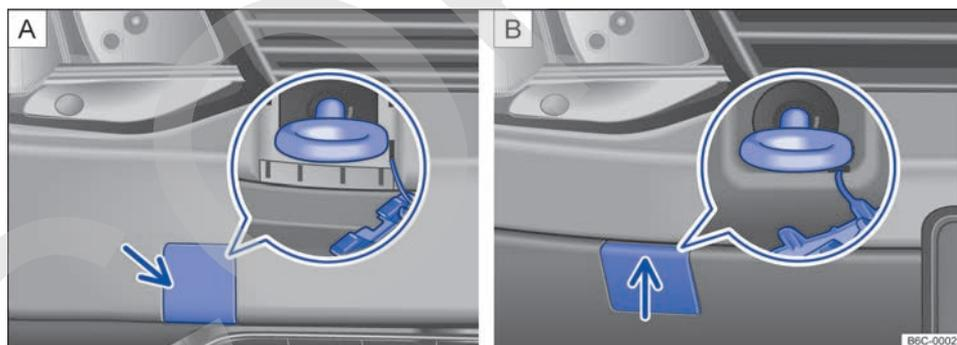
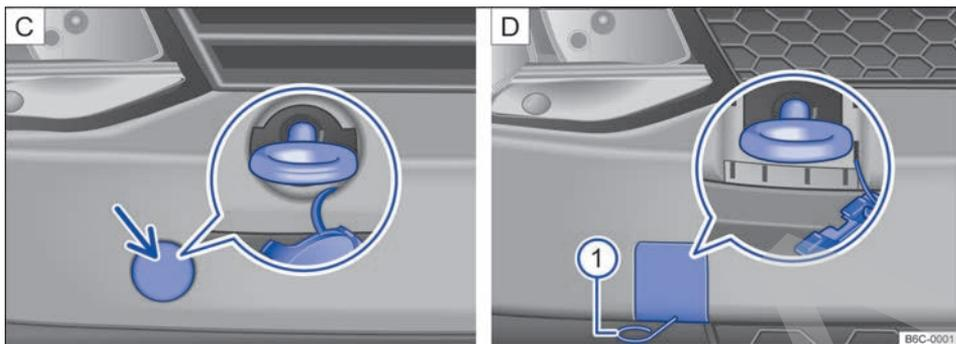

Fig. 188 En el lado derecho del paragolpes delantero: **B**: Enroscar la argolla de remolque (variante 1); **A**: Enroscar la argolla de remolque (variante 2).
Fig. 189 En el lado derecho del paragolpes delantero: **D**: Enrosca la argolla de remolque (variante 3); **C**: Enrosca la argolla de remolque (variante 4).
El alojamiento de la argolla de remolque enrosca se encuentra en el lado derecho del paragolpes delantero detrás de una tapa → **fig. 188** o → **fig. 189**.
- Presione sobre el borde izquierdo de la tapa → **fig. 188** **A** (flecha).
- Presione sobre el borde superior de la tapa → **fig. 188** **B** (flecha).
- Presione sobre el borde izquierdo de la tapa → **fig. 189** **C** (flecha).
- Introduzca el gancho de alambre en el rebaje → **fig. 189** **1** **D**.
- Enrosque la argolla de remolque en el alojamiento → **fig. 188** o → **fig. 189** (imágenes ampliadas) girándola al máximo **en el sentido contrario al de las agujas del reloj** → **⌚**. Utilice la llave de rueda u otro objeto adecuado con el que pueda enrosca completa y firmemente la argolla de remolque en su alojamiento.